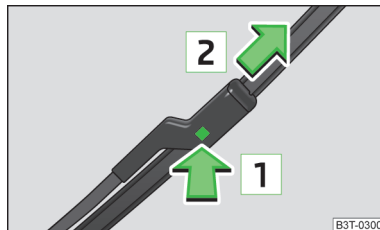

Fig. 199
- Maintenez le bras d'essuie-glace par sa partie supérieure et déverrouillez le blocage **1** » fig. 199.